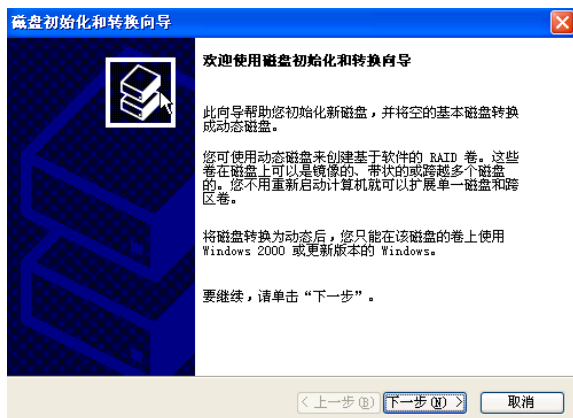

图 5-25 提示磁盘初始化
(13) 会提示磁盘初始化和转换向导，如图 5-25 所示。